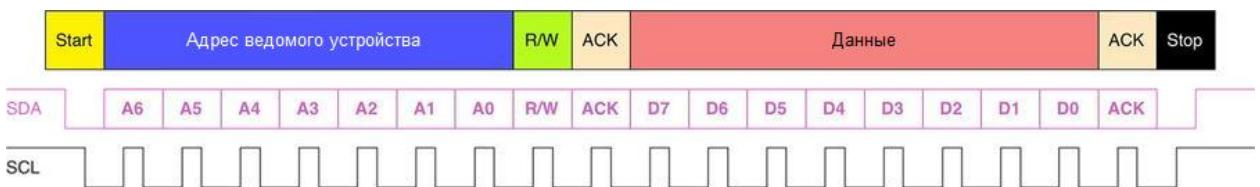

Рисунок 2: Структура базового сообщения интерфейса I2C
Все транзакции начинаются со START-условия и заканчиваются STOP-условием (см. рисунок 2). Переход с ВЫСОКОГО логического уровня на НИЗКИЙ на линии SDA, в то время как на линии SCL ВЫСОКИЙ уровень, определяет START-условие. Переход с НИЗКОГО логического уровня к ВЫСОКОМУ на линии SDA, в то время как на линии SCL ВЫСОКИЙ уровень, определяет STOP-условие.
Каждое слово, передаваемое по линии SDA, должно иметь размер 8 бит, и это также подразумевается для кадра адреса, как мы увидим через некоторое время. Количество байт, которое может быть передано за одну транзакцию, не ограничено. Каждый байт должен сопровождаться битом «Подтверждено» (Acknowledge, ACK). Сначала данные передаются со *старшего значащего бита* (Most Significant Bit, MSB) (см. рисунок 2). Если ведомое устройство не может получить или передать другой полный байт данных до тех пор, пока оно не выполнит какую-либо другую функцию, например, обслуживание внутреннего прерывания, оно может удерживать линию синхронизации SCL на НИЗКОМ логическом уровне, чтобы перевести ведущее устройство в состояние ожидания. Затем
Кадр адреса всегда является первым в любой новой последовательности передачи. Для 7-разрядного адреса сначала следует старший значащий бит (MSB), за адресом следует бит R/W, указывающий, является ли это операцией чтения (1) или записи (0) (см. рисунок 2).